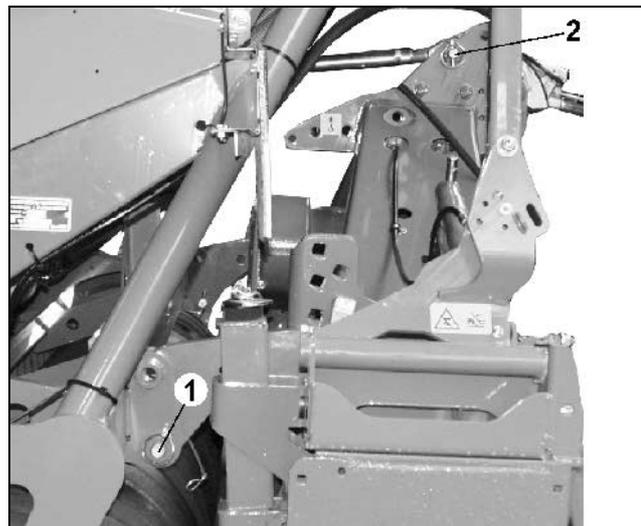

Fig. 102
- Desserrez les goupilles et tirez l'axe de la fixation de bras inférieurs (Fig. 102) à gauche et à droite.
- Desserrez les goupilles et tirez l'axe du tirant (Fig. 102/2).